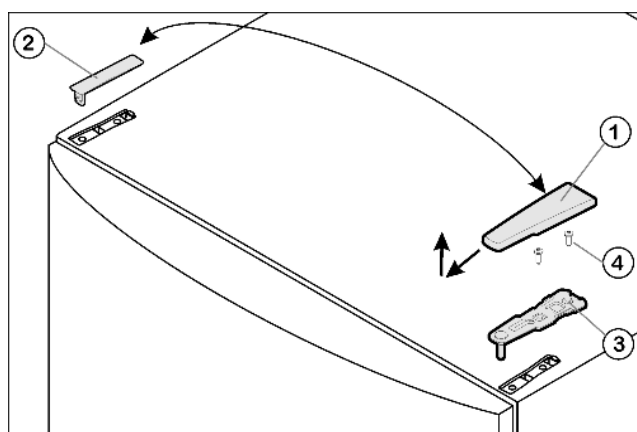

Fig. 4
- ▶ Крышку Fig. 4 (1) снимите движением вперед и вверх.
- ▶ Снимите крышку Fig. 4 (2).
- ▶ Открутите верхний опорный кронштейн Fig. 4 (3)(2 шт. Torx 25) Fig. 4 (4) и вытяните вверх.
- ▶ Установите верхний опорный кронштейн Fig. 4 (3) на новой стороне шарнира и защелкните в дверце.
- ▶ Прикрутите верхний опорный кронштейн с усилием мин. 4 Нм (2 шт. Torx 25) Fig. 4 (4). При необходимости проделайте отверстия или используйте аккумуляторную отвертку.
- ▶ Наденьте и защелкните крышку Fig. 4 (1) и крышку Fig. 4 (2) на противоположной стороне снаружи.